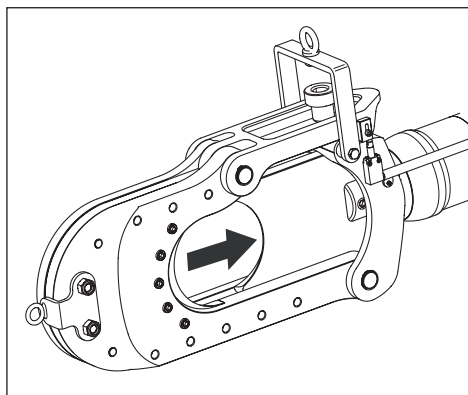

図7:ピストンおよびブレード ホーム位置
材料をカッティングヘッド内に配置する際は、必ずピストンと可動ブレードが完全に格納された「ホーム」位置になるようにしてください。図7を参照してください。
2. ピストンが「ホーム」(完全に格納された状態)位置であることを確認します。図7を参照してください。
1. ポンプを始動します。ピストンを「ホーム」(完全に格納された状態)位置に移動させます。図7を参照してください。